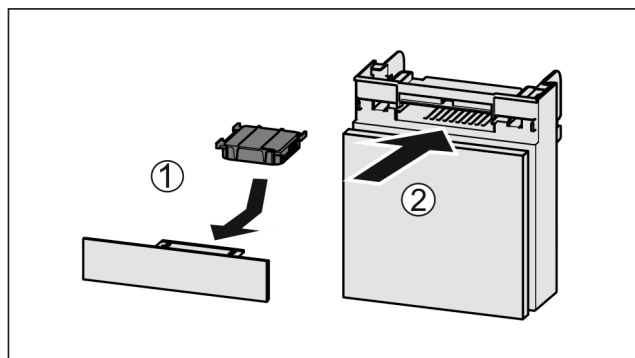

Fig. 227
- Vendosni filtrin me karbon aktiv siç tregohet në figurë Fig. 227 (1).
- Futni kutinë në vend Fig. 227 (2).